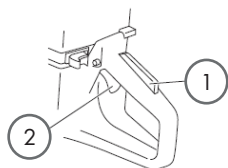

Рис. 12
Блокиратор дроссельного регулятора предназначен для предотвращения случайного срабатывания дросселя. При нажатии блокиратора (1) дроссель (2) отпускается (рис. 12).